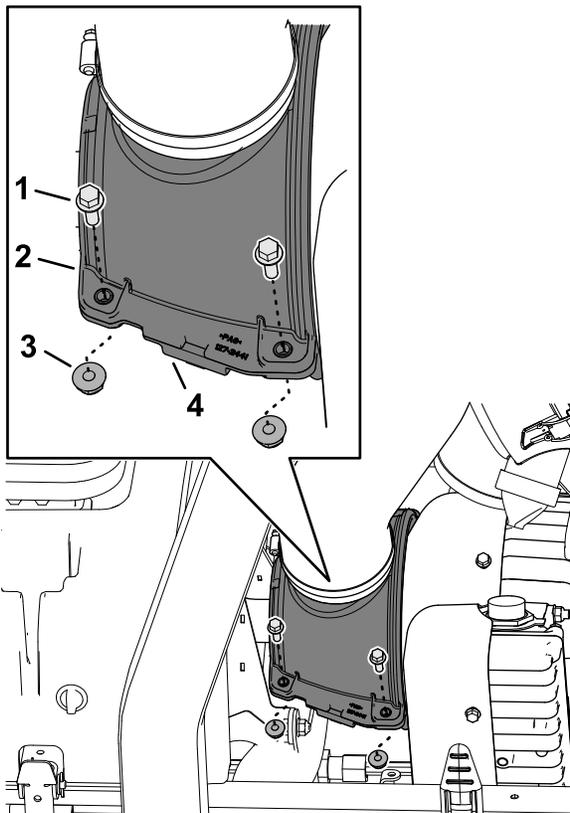

图 66
1. 卸下固定上、下发电机冷却空气罩的 4 个凸缘头平头螺丝和 4 个凸缘锁紧螺母图 66。